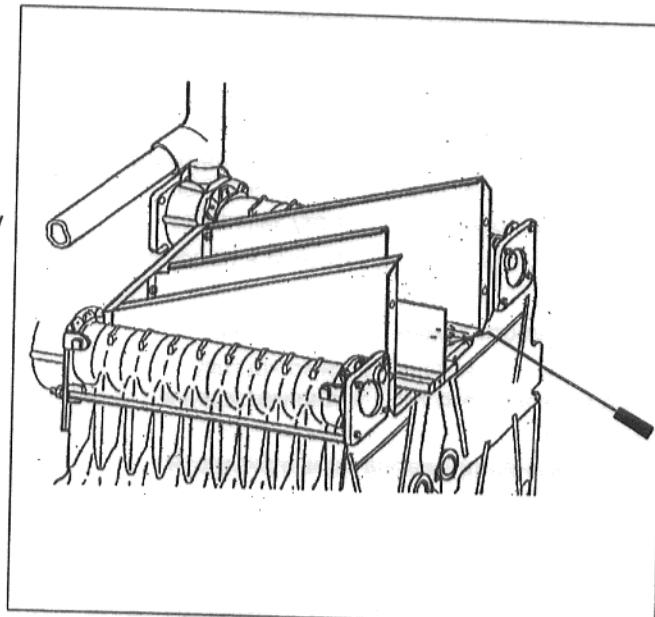

Рис. 16: Изображение без предохранителя потока
- Установить газовую горелку вертикально вверх на стержни горелки (рис. 16а) и промыть струей воды стержни горелки изнутри, подождать, пока вода вытечет через шлицы горелки.
- Перевернуть газовую горелку и установить ее отверстием стержней горелки вниз, обеспечив таким образом стекание воды (рис. 16б).
Рис. 16а
Рис. 16б